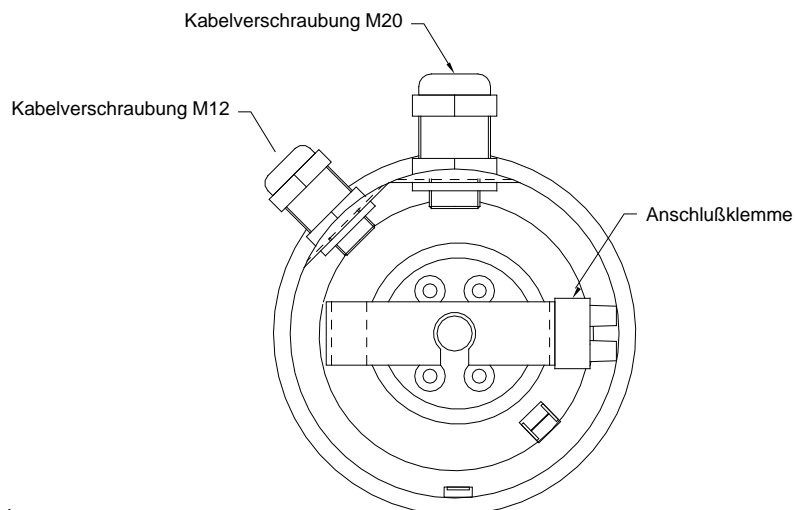

Bild 2
1. Den Temperatur-Regler am Einstellknopf auf gewünschte Temperatur einstellen; $T = 30^{\circ}\text{C} - 85^{\circ}\text{C}$, Frostschutzstufe (F) ein bei $7^{\circ}\text{C} \pm 6\text{K}$.
2. Der gewünschte Wert muss dabei auf die Sollwertmarkierung gerichtet sein (s. Bild 2).